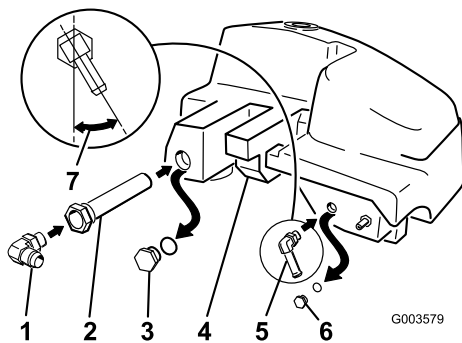

Figure 8
4. Montez le petit raccord coudé à 90° avec cannelure à la place du petit bouchon (Figure 8).